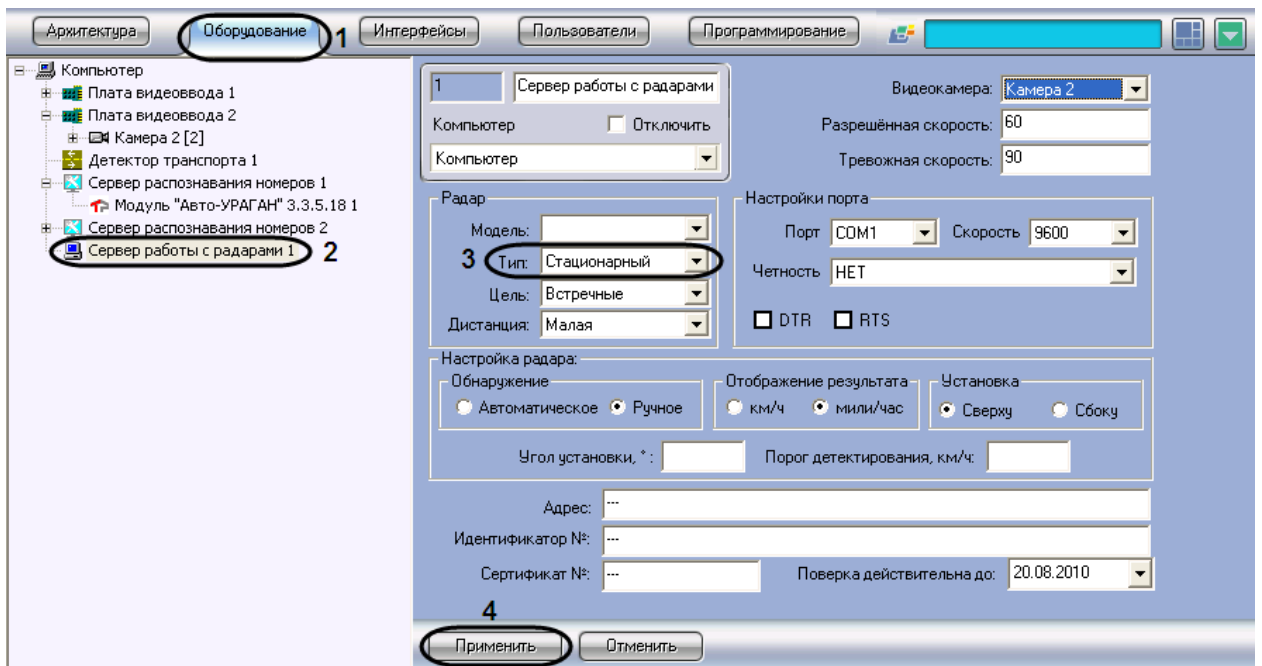

Рис. 7.3—6. Выбор типа установки устройства «Радар»
2. В дереве объектов на вкладке «Оборудование» выбрать объект «Сервер работы с радарными», соответствующий настраиваемому программному модулю «Радар» (см. Рис. 7.3—6, 2). В правой части вкладки «Оборудование» отобразится панель настройки выбранного объекта.
3. В списке «Тип» выбрать тип установки устройства «Радар». Если устройство «Радар» устанавливается стационарно, то требуется выбрать пункт «Стационарный», если устройство «Радар» используется на движущихся транспортных средствах, то требуется выбрать пункт «Движущийся» (см. Рис. 7.3—6, 3)
4. Нажать кнопку «Применить» (см. Рис. 7.3—6, 4).